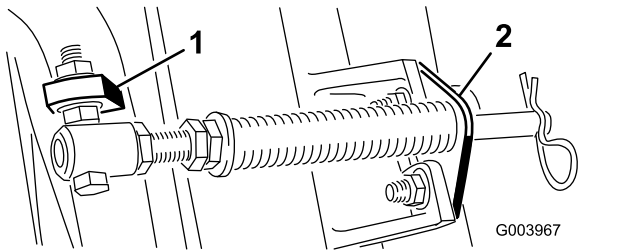
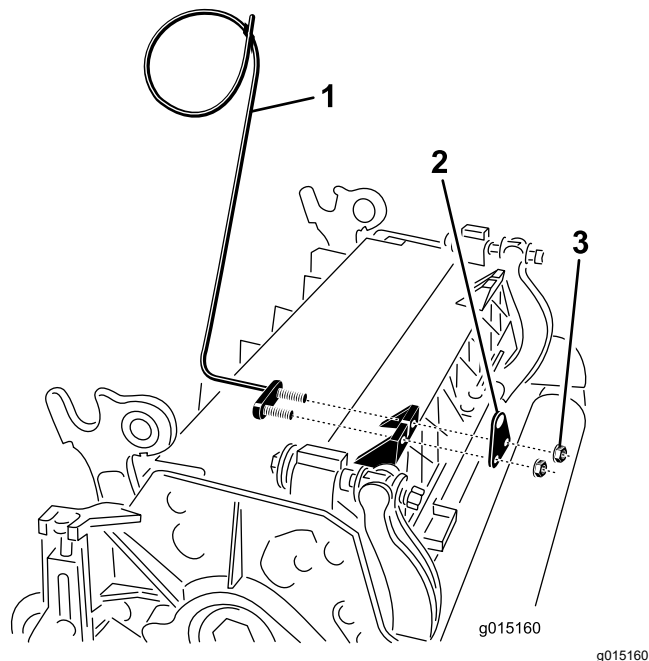

Figura 11
Figura 13
Nota: A cabeça do parafuso deve ser colocada no lado de fora do separador conforme ilustrado na Figura 11.
- E. Monte o suporte da barra nos separadores da unidade de corte com os parafusos de carroçaria e as porcas (Figura 11). Na unidade de corte, monte o guia de tubos do lado esquerdo na frente dos separadores da unidade de corte ao reinstalar o suporte da barra (Figura 13).